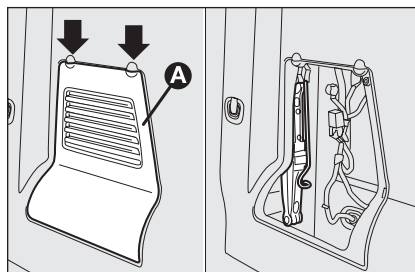

fig. 2
- ☐ su alcune versioni, per accedere al cric, rimuovere lo sportello di protezione **A**-fig. 2;